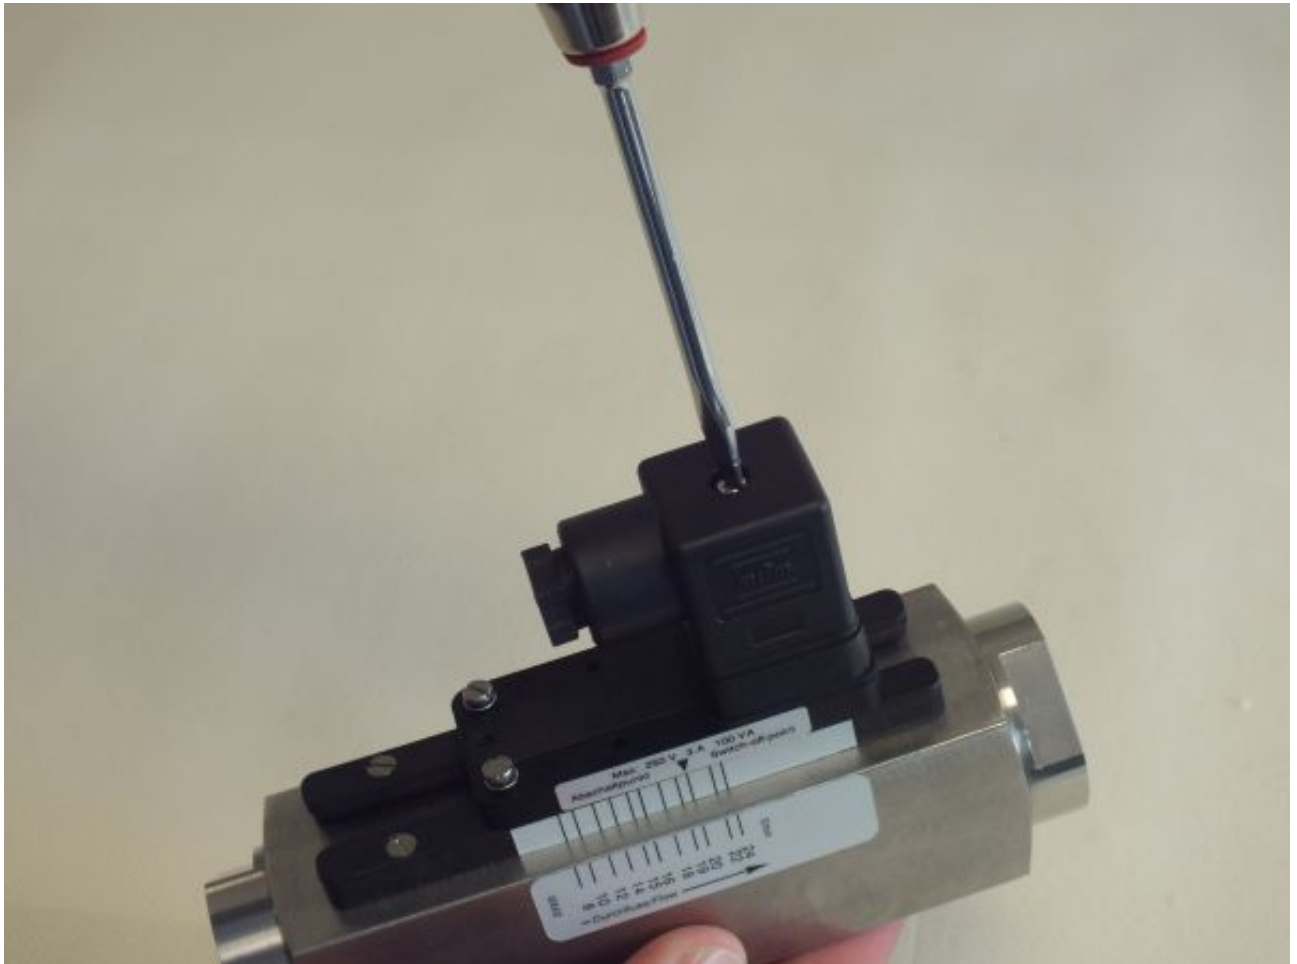

Abb. 14: Steckerdose lösen
1. ➔ Befestigungsschraube (Abb. 14) von der Steckerdose lösen
9. Steckerdose auf Gerätestecker stecken und Befestigungsschraube (Abb. 14/1) anziehen